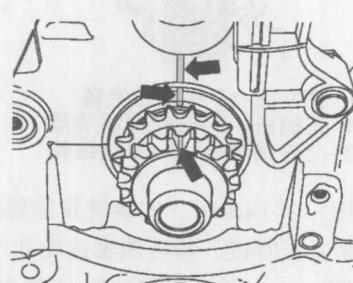

图1-2-9 标记位置
②用记号笔标记链轮和气缸体、曲轴的位置，如图1-2-9所示。